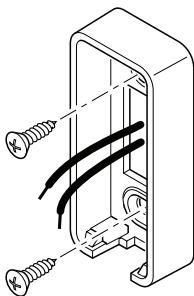

Figure 2 - Fixation de la partie arrière au mur
2. Insérez les fils dans l'orifice au centre de la plaquette arrière du bouton-poussoir. Fixez la partie arrière sur le mur à l'aide des vis fournies (voir la Figure 2).